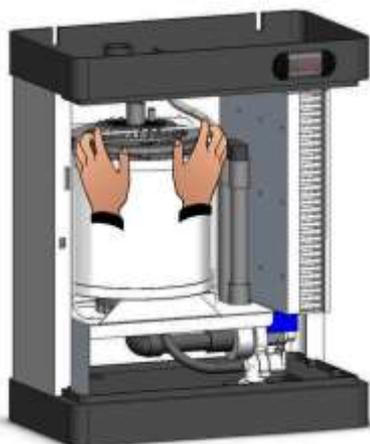

Fig. 27
2. Sganciare la molla frontale di fissaggio dalla flangia vapore superiore facendola scorrere all'esterno del cilindro (Fig. 27, 28, e 29).